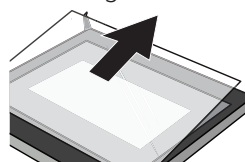

Figura 5
5. Empuje el vidrio a la posición indicada por la flecha en la Figura 5. Retire suavemente el vidrio.